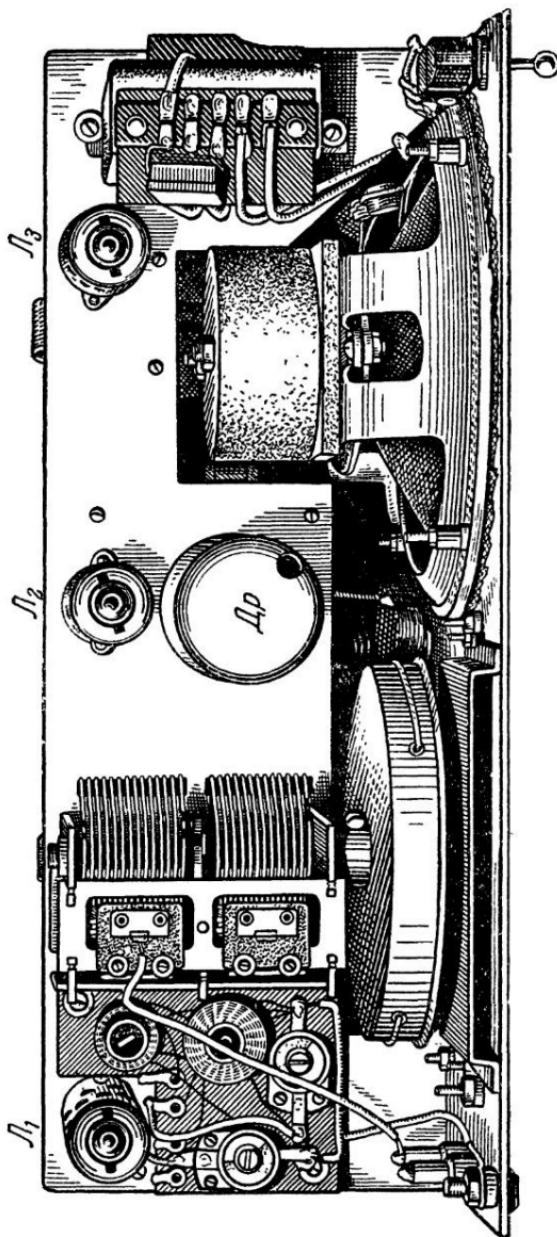

Рис. 18. Вид на приемник сверху
**На верхней задней панели** сверху расположены (рис. 18) агрегат переменных конденсаторов с барабаном, плата из гетинакса или текстолита с катушками индуктивности и подстроечными конденсаторами входного устройства, три ламповых панельки, дроссель с экраном, выходной трансформатор. Снизу панели на двух угольниках прикреплена плата из гетинакса или текстолита с катушками индуктивности и подстроечными конденсаторами второго контура. Снизу верхней задней панели крепится пластинка из гетинакса с пятью контактами для монтажа конденсаторов  $C_{13}$ ,  $C_{18}$ , сопротивлений  $R_4$  и  $R_7$ .